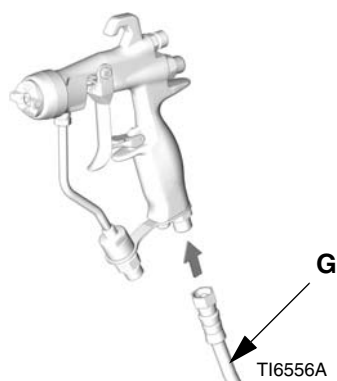

FIG. 2
5. Branchez le flexible d'air (G) sur le raccord d'arrivée d'air 1/4 npsm du pistolet. Voir FIG. 2.